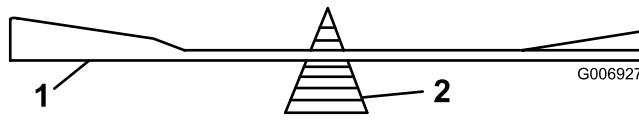

Figure 31
2. Vérifiez l'équilibre de chaque lame en la plaçant sur un équilibrEUR (Figure 31). Si la lame reste horizontale, elle est équilibrée et peut être utilisée. Si la lame est déséquilibrée, limez un peu le dos de la lame. Répétez la procédure jusqu'à ce que la lame soit équilibrée.